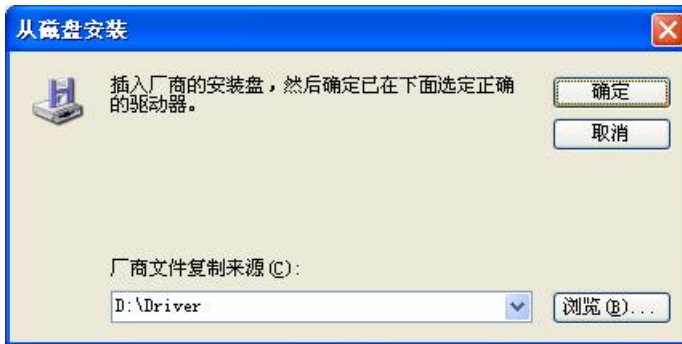

图 2-7 运动控制器驱动程序安装界面 7
(7) 选择GT800后点击“打开(O)”，此时如图2-7所示。